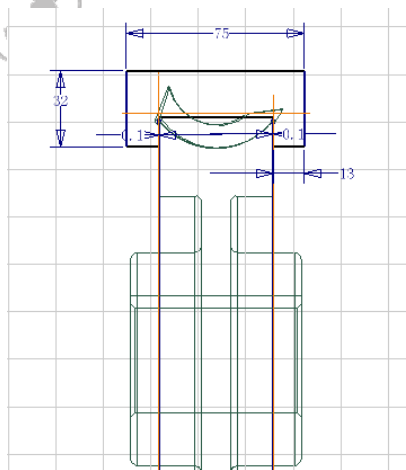

图 8-54 建立拉伸草图
①在原始坐标系的 XZ 平面新建草图,单击【草图】标签栏【绘图】面板的【直线】工具按钮,绘制如图 8-54 所示的封闭几何图形以作为拉伸的截面轮廓,并利用【尺寸】工具进行标注和修改尺寸值。